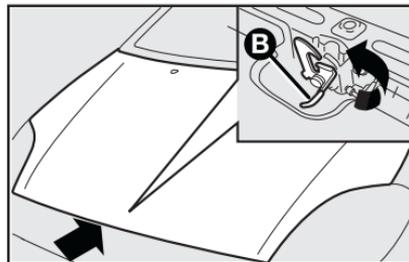

fig. 99
- 2) Acionar a trava **B-fig. 99** localizada acima da grade frontal sob o capô. Como indicado pela seta;